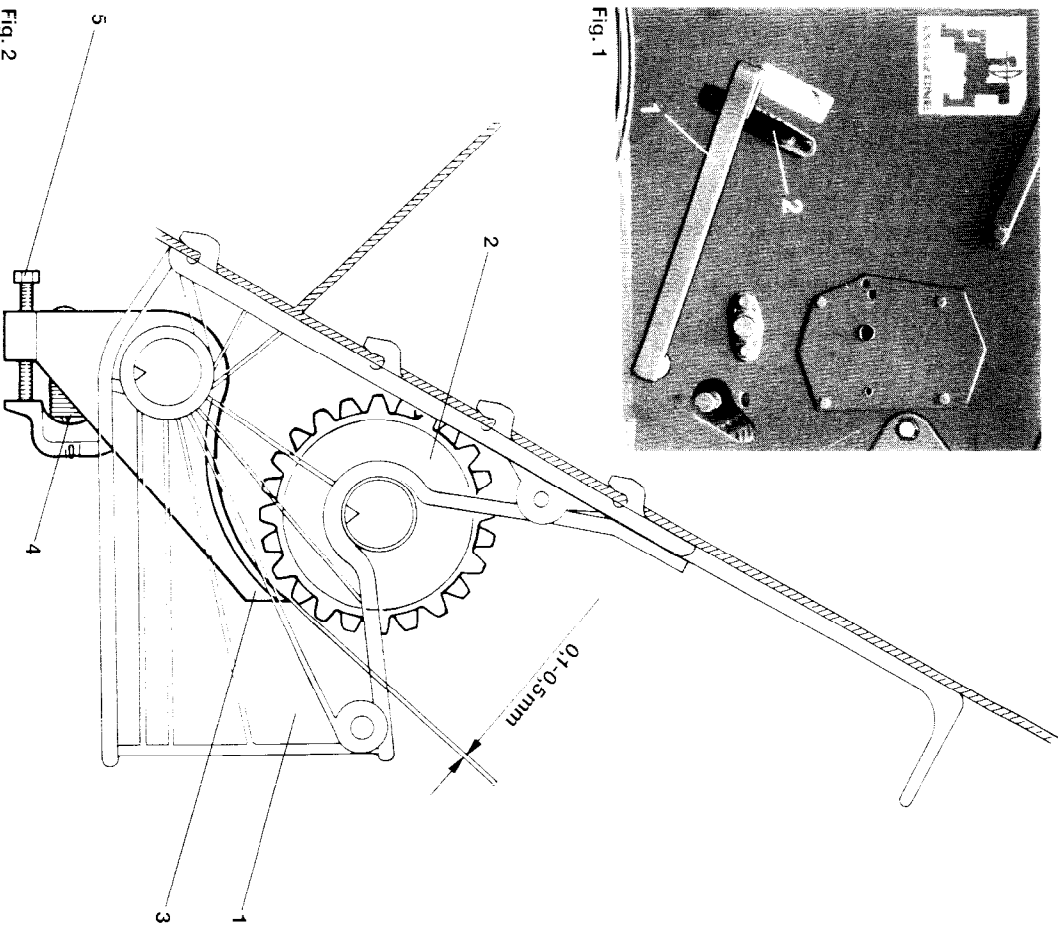

Fig. 2
- Controleer of de voorgeschreven afstand van 0,1 mm tot 0,5 mm. (zie fig. 2) tussen de bodemkleppen (fig. 2/3) en zaairad (fig. 2/2) van elk zaaihuis (fig. 2/1) aanwezig is. Daarbij dient men het te controleren zaairad met de hand op de zaaiaas te draaien.
- De voorgeschreven afstanden bij afwijkingen met de veerspannschroef (fig. 2/5) instellen.